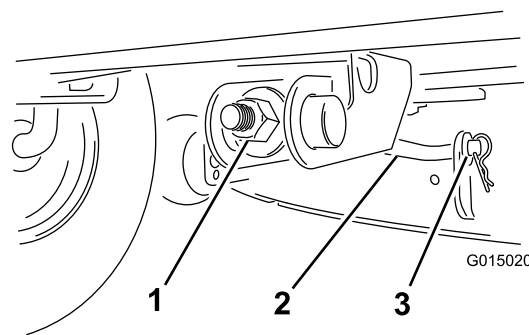

Figura 33
6. Retire el pasador de horquilla y la arandela de la varilla de soporte delantera (Figura 33), y baje la parte delantera de la carcasa de corte con cuidado al suelo.
10. Conecte la varilla de soporte delantera a la carcasa de corte con la arandela y el pasador de horquilla (Figura 33).